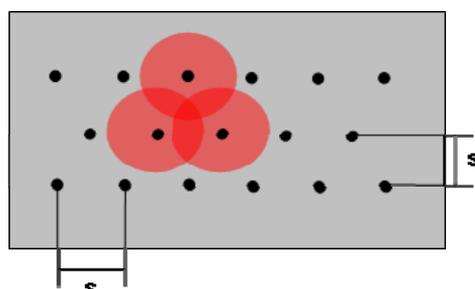

Figura 4.1-17 Separación entre inyectores
- Realización de los taladros. Estos serán verticales a la superficie a impermeabilizar. El diámetro del taladro será igual al diámetro del inyector más 2 mm, nunca mayor para que de esta forma el inyector quede fijado al soporte. Los taladros se realizan formando una cuadrícula en toda la superficie y con una separación (s) entre ellos de 30-50 cm. *Figura 4.1-17.*